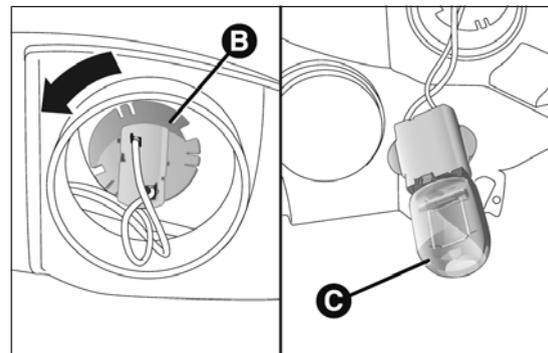

fig. 167
- tourner la douille B fig. 167 dans le sens antihoraire, enlever l'ampoule C et la remplacer ;